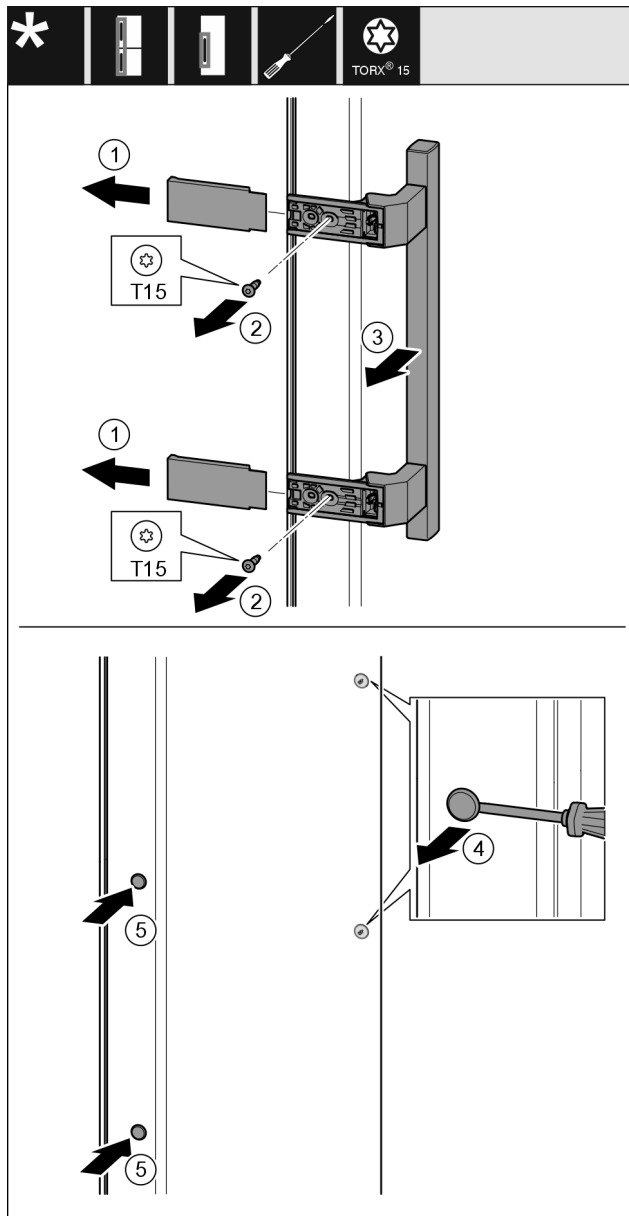

Fig. 23
- ▶ Abdeckung Fig. 23 (1) abziehen.
- ▶ Schrauben Fig. 23 (2) mit Schraubendreher herausdrehen.
- ▶ Griff Fig. 23 (3) abnehmen.
- ▶ Seitlichen Stopfen Fig. 23 (4) vorsichtig mit einem Schlitzschraubendreher anheben und herausziehen.
- ▶ Stopfen Fig. 23 (5) auf der anderen Seite wieder einsetzen.